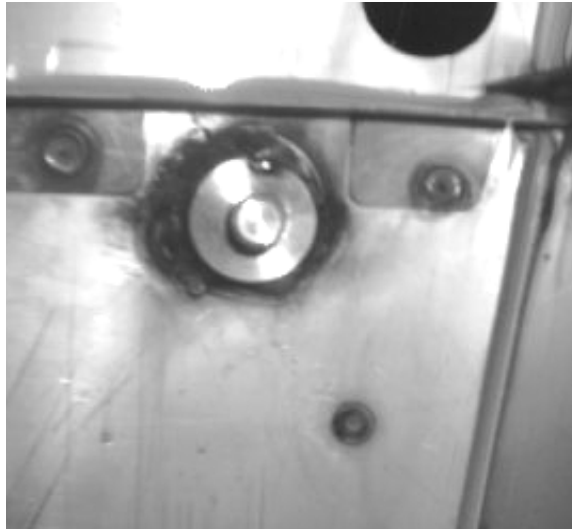

FIGURE 1: GOUJON APPROUVÉ
2. Localiser le goujon (Fig. 1).
3. Assurez-vous que le goujon est un Prévost #380360 comme démontré à la Figure 1.